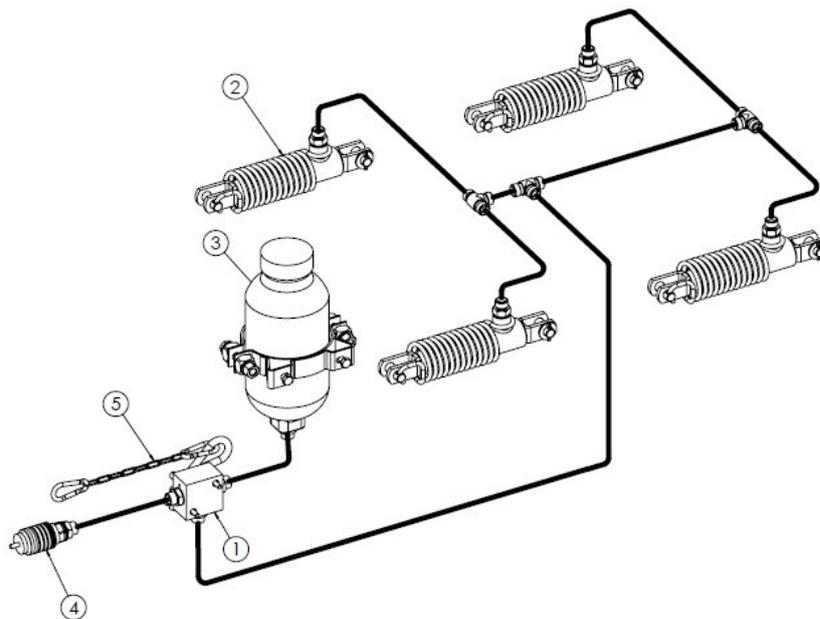

Abbildung 11.Hydraulische Einleitungsbremsanlage
- - hydraulische Einleitungsbremsanlage (Abbildung 11),
Der Streuer kann optional mit einer hydraulischen Einleitungsbremsanlage ausgestattet werden - Abbildung 11. Die Betätigung der Bremse erfolgt vom Fahrersitz aus durch Drücken des Schlepper-Bremspedales. Die Bremse des Streuers wird direkt von der hydraulischen Bremsanlage des Schleppers versorgt und betätigt. Im Falle eines unbeabsichtigten Lösens des Streuers von der Schlepperkupplung betätigt das Notfallventil (1) die Bremsen der Maschine über die Kette (5).